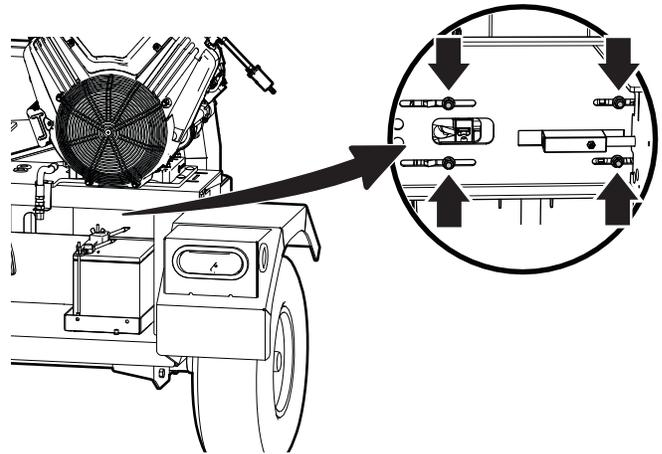

Figure 26 – Boulons du support du moteur
2. Desserrez (ne retirez pas) les quatre boulons qui fixent le support du moteur sur le châssis de l'équipement. Consultez *Figure 26*.
3. Desserrez (ne retirez pas) les quatre boulons qui fixent le support du moteur sur le châssis de l'équipement. Voir *Figure 26 on page 52*.
1. Desserrez (sans les enlever) les quatre boulons du support du moteur. Consultez la *Figure 26 on page 52*.